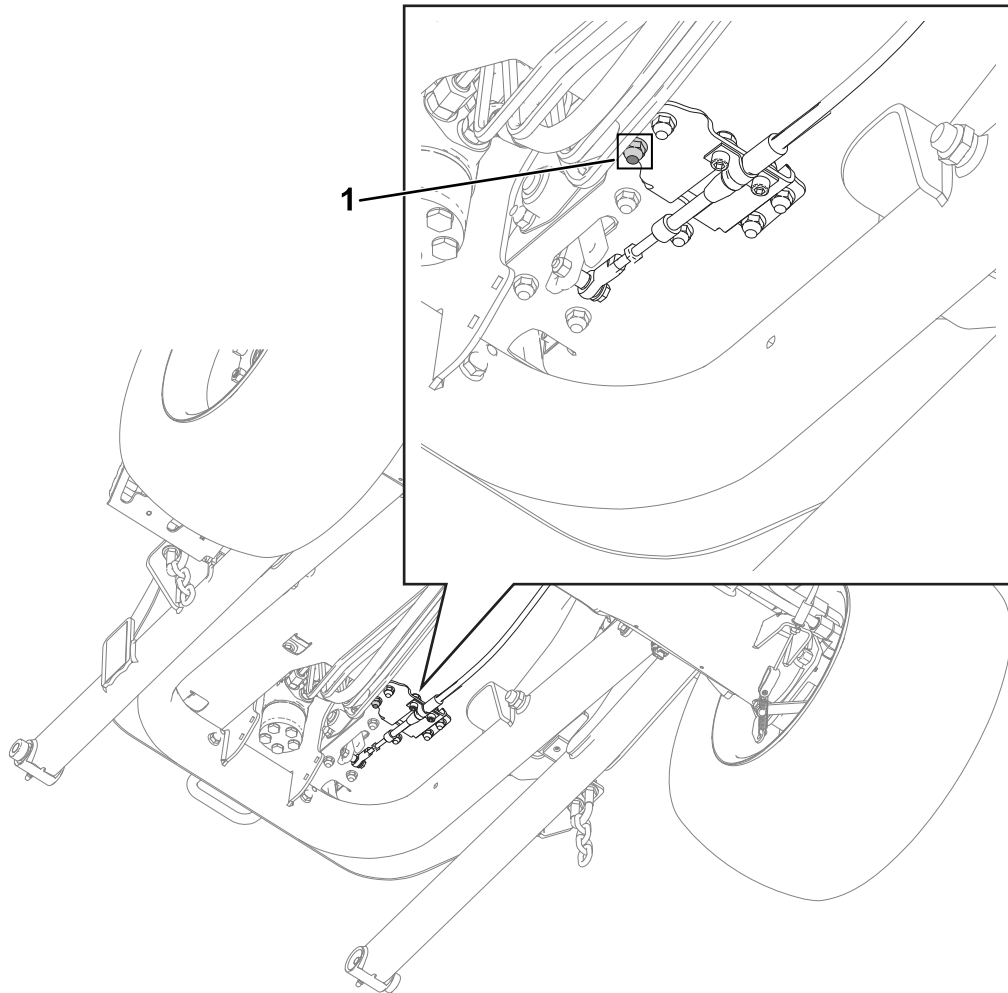

Figura 4
5. Retire el perno y la tuerca del soporte del cable de tracción, como se muestra en la Figura 4.